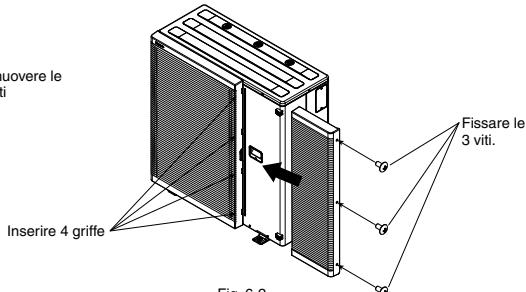

Fig. 6-2
- Inserire le 4 griffe della griglia di scarico (lato destro) e fissare le 3 viti. (Fig. 6-2)